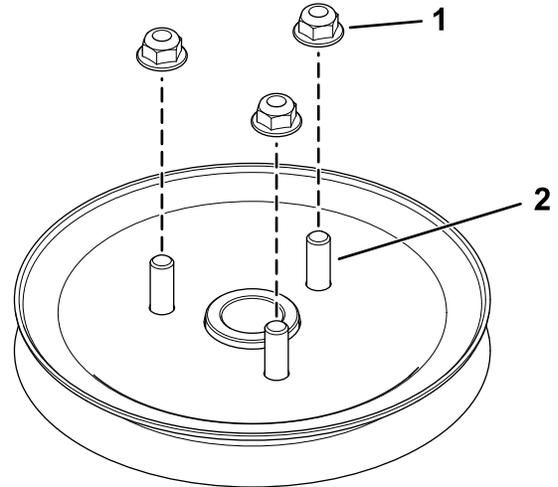

Figura 8
4. Instale provisionalmente las 3 tuercas en los espárragos (Figura 8).